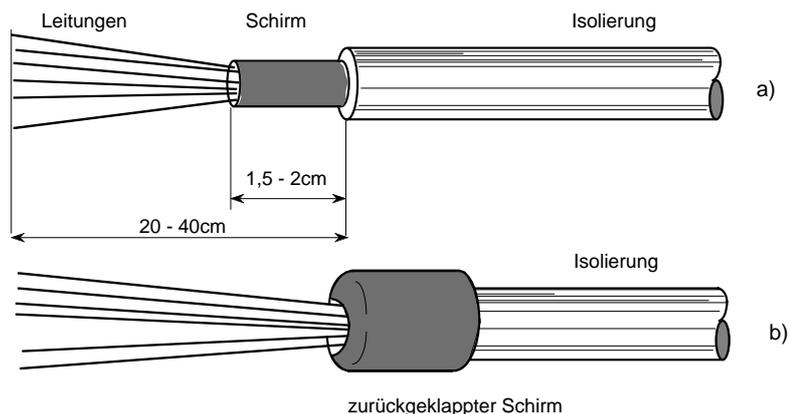

Abb. 2.4 Abisolieren des Kabels
- Isolieren Sie das Kabel wie in Abb. 2.4 gezeigt ab.